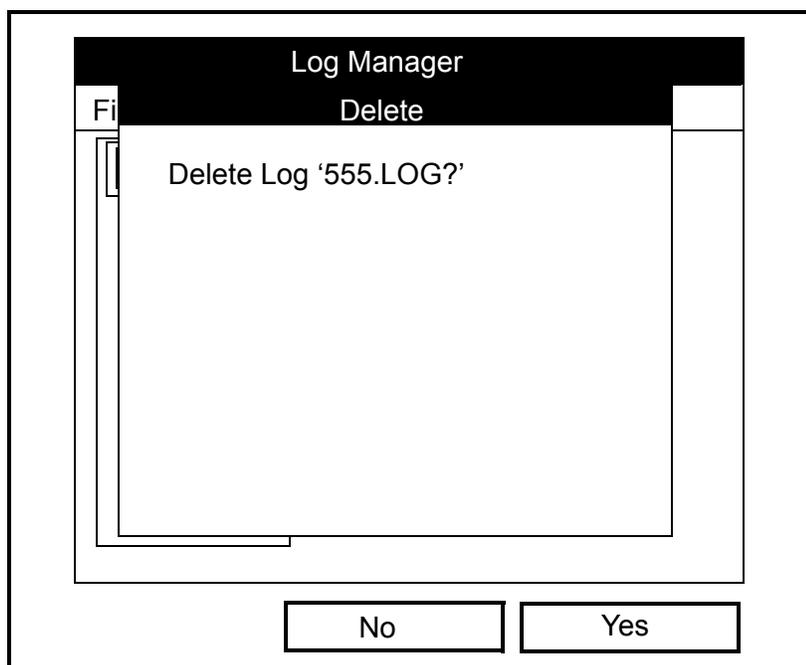

Рис. 5-8. Окно подтверждения удаления
3. В меню *File* (Файл) с помощью прокрутки перейдите к пункту *Delete* (Удалить) и нажмите [ENTER] (ВВОД). Будет открыто окно подтверждения действия *Delete* (Удалить) (см. Рисунок 5-8 ниже).